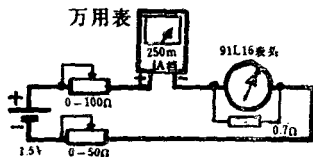

图 13 标电流表刻度
3. 按图 13 的电路串联万用表的 250mA 档, 调节电位器, 使改装电表指示正好满刻度, 如这